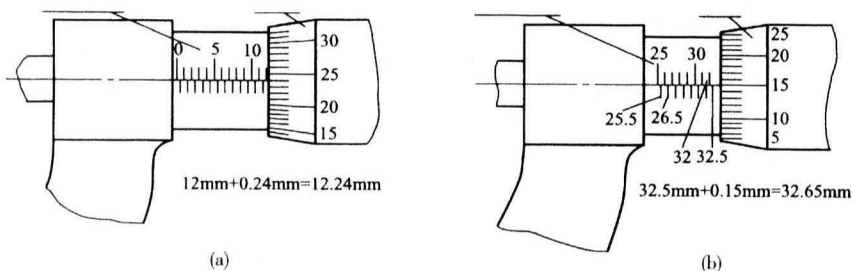

图 1-5 千分尺读数方法
(2) 千分尺的刻线原理 千分尺固定套管沿轴向刻度，每格为 0.5mm。测微螺杆的螺距为 0.5mm。当微分筒转 1 周时，测微螺杆就移动 1 个螺距。微分筒的圆周斜面上共刻 50 个格。因此，微分筒转 1 格 ($\frac{1}{50}$) 时，测微螺杆移动 $\frac{0.5\text{mm}}{50} = 0.01\text{mm}$ ，所以千分尺的测量精度为 0.01mm。
(3) 千分尺的读数方法
①先读出固定套管上露出刻线的整毫米数和半毫米数。
②确定微分筒上的哪一格与固定套管的基准线对齐，读出小数部分（0.01mm 乘以转过的格数）。
③将上述两部分尺寸相加即为被测工件的尺寸。在图 1-5 (a) 中为 $12\text{mm} + 0.01\text{mm} \times 24 = 12.24\text{mm}$ ；在图 1-5 (b) 中为 $32.5\text{mm} + 0.01\text{mm} \times 15 = 32.65\text{mm}$ 。